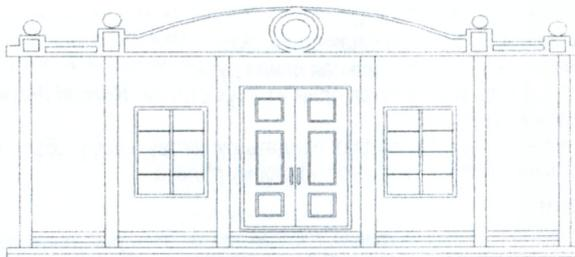

Рис. 3.7. Фасад здания
8. Используя изученные примитивы, нарисуйте фасад здания, например, приведенного на рис. 3.7, или по своему усмотрению.